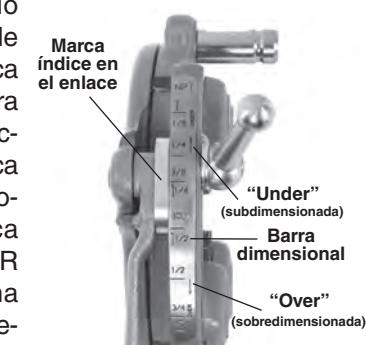

Figura 8 – Ajuste del tamaño de la rosca
- Empiece con la marca índice del enlace alineada con la marca del tamaño deseado en la barra dimensional. Si se trata de cabezales mono o para pernos, fije la marca del enlace para alinearla con la línea en la barra dimensional. Para roscar pernos con un cabezal de terrajas universales, coloque todas las terrajas para pernos alineadas con la línea BOLT (perno) en la barra dimensional (*Figura 8*).